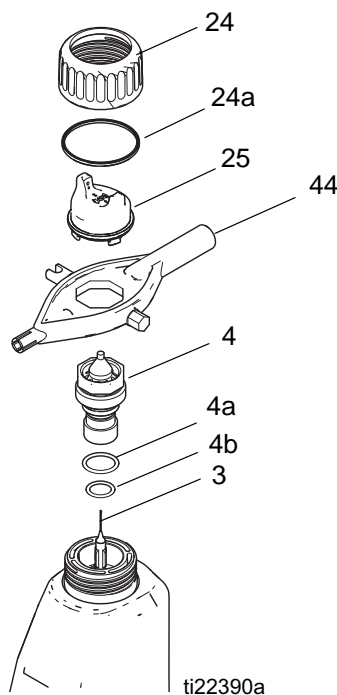

Fig. 28. Wymiana osłonki powietrznej/dyszy
2. Zdjąć pierścień ustalający (24) i osłonkę powietrzną (25). Patrz FIGURE 28.
3. Zdjąć zespół dyszy płynu (4) za pomocą narzędzia uniwersalnego (44).